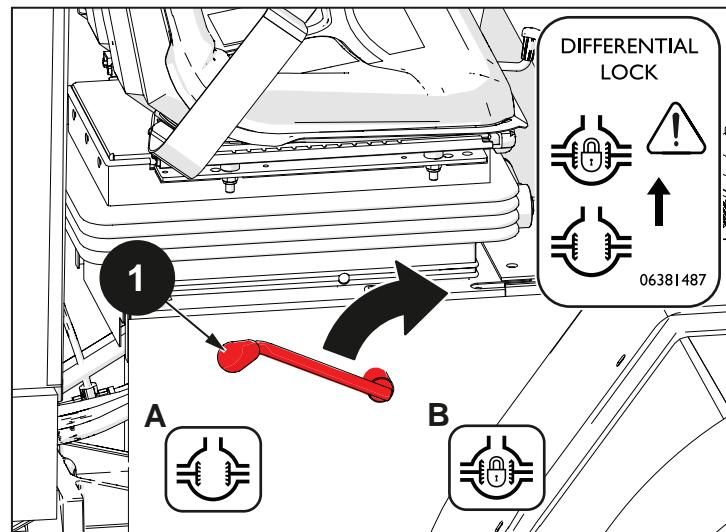

Fig. 5.25
Para reativar o bloqueio do diferencial é necessário colocar novamente a alavanca na posição (B). Fig. 5.25.